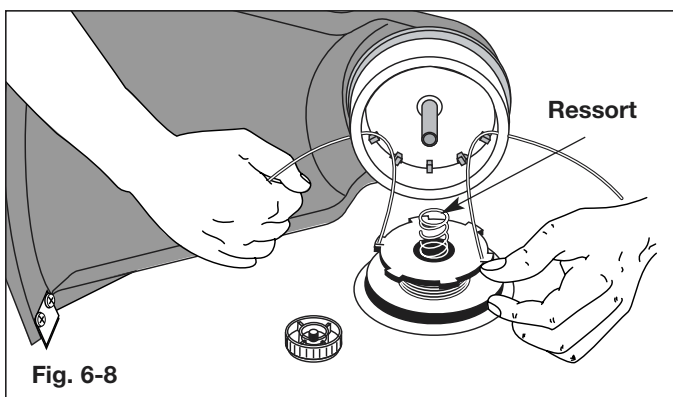

Fig. 6-8
13. Insérez les extrémités du fil dans les œillets de la bobine extérieure et placez le moulinet et le ressort dans la bobine (Fig. 6-8). Enfoncez le moulinet et la bobine ensemble. Tout en tenant le moulinet et la bobine, saisissez les extrémités et tirez fermement pour dégager le fil des fentes de retenue de la bobine.
5. Insérez les extrémités du fil dans les œillets de la bobine extérieure (Fig. 6-8).